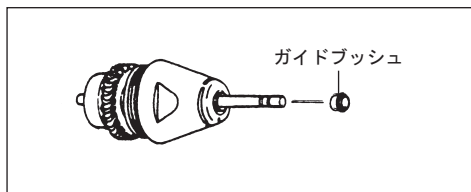

図14
- 2) テストバーに添って、ガイドブッシュのガイド部の長い方を先にローター軸先端へセットします。(図14)